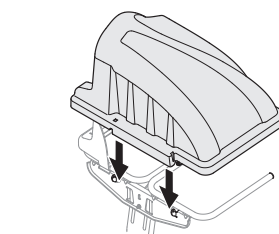

Figure 15
5. Installez le couvercle du bac récupérateur sur le support des sacs. Placez le couvercle en plastique sur les deux encoches de montage. Voir Figure 15.